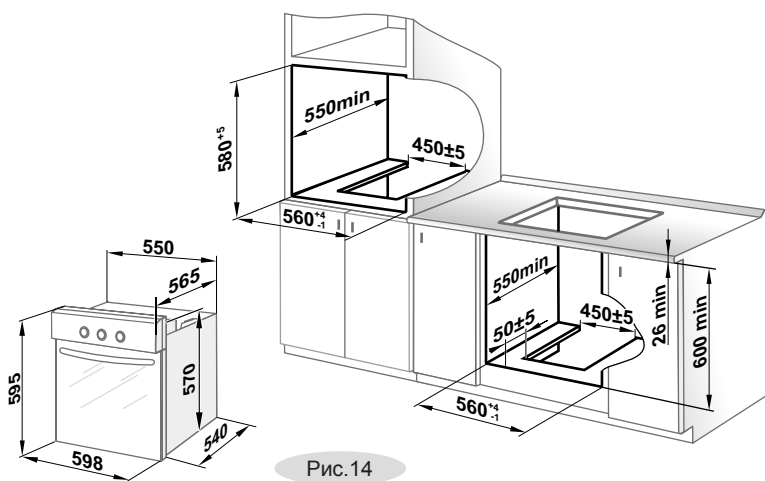

Рис.14
- Духовка встраивается в напольную тумбу или пенал кухонного гарнитура, в которых имеется ниша с размерами, указанными на рис. 14.